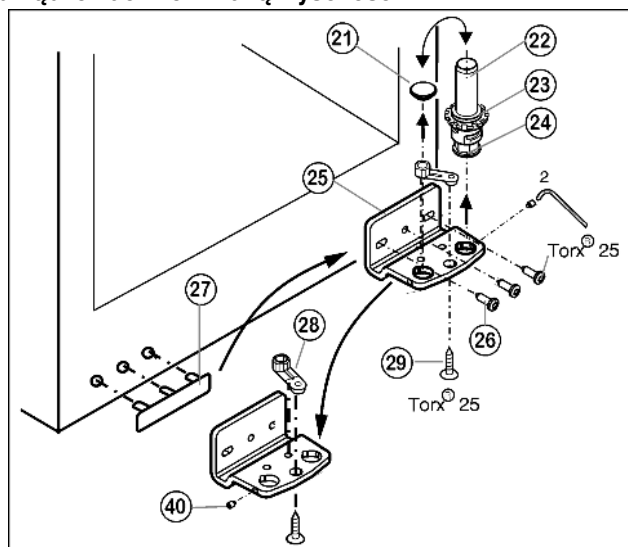

Fig. 6
- ▶ Wkręt bez łba Fig. 6 (40) wykręcić o ok. w obrót przy pomocy dołączonego klucza imbusowego.
- ▶ Trzpień zawiasu Fig. 6 (22) kompletny, z podkładką Fig. 6 (23) i nóżką Fig. 6 (24), wykręcić do góry.
- ▶ Unieść zatyczki Fig. 6 (21).
- ▶ Odkręcić Fig. 6 (25) płytkę zawiasu Fig. 6 (26).
- ▶ Wkręt bez łba Fig. 6 (40) kompletny wykręcić i przykręcić na przeciwnej stronie płytki zawiasu, do momentu aż będzie on na zewnątrz równy z płytką zawiasu.
- ▶ Odkręcić element zawiasu Fig. 6 (28), przełożyć do przeciwległego otworu zawiasu i tam dokręcić.
- ▶ Zatyczki Fig. 6 (21) ponownie włożyć do innego otworu.
- ▶ Zdjąć i przełożyć osłonkę po stronie uchwytu Fig. 6 (27) na przeciwległą stronę.
- ▶ Przykręcić mocnopłytkę zawiasu Fig. 6 (25) na nowej stronie (z siłą 4 Nm), w razie potrzeby za pomocą wkrętarki akumulatorowej.
- ▶ Trzpień zawiasu Fig. 6 (22) kompletny, z podkładką i nóżką włożyć ponownie.
- ▶ Dokręcić wkręt bez ła Fig. 6 (40).
- ▶ Założyć drzwi od góry na dolny sworzeń zawiasu Fig. 6 (22).
- ▶ Korzystając ew. z obu podłużnych otworów w dolnej płytce zawiasu Fig. 6 (25) ustawić drzwi w jednej linii z obudową urządzenia. W tym celu wykręcić środkową śrubę.